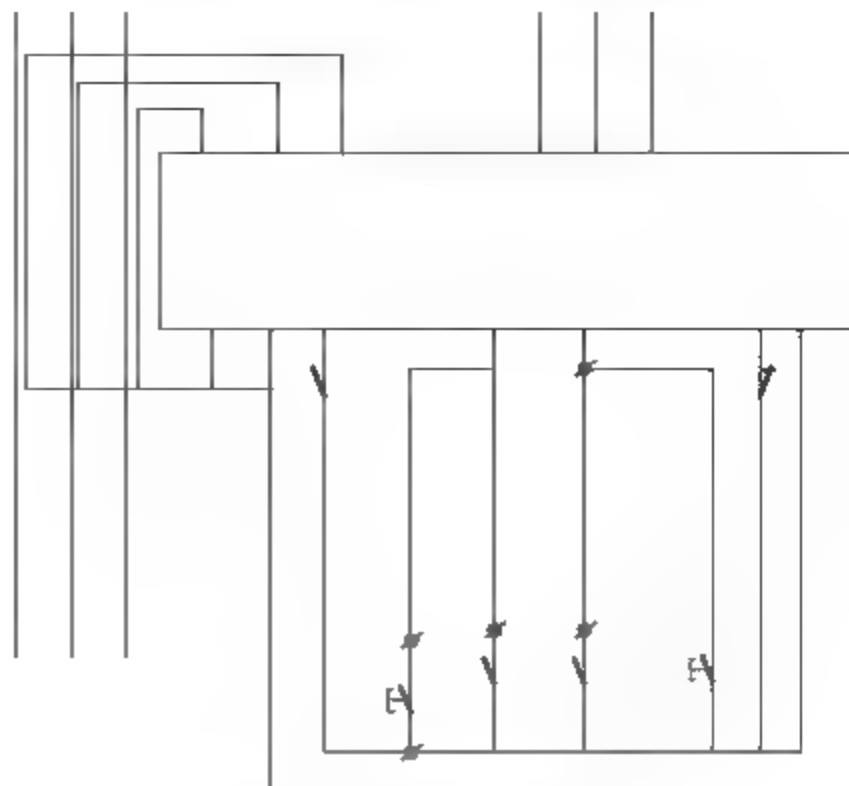

图10-24 调入图例
**11** 从“素材\第10章\电气图例.dwg”文件中调入开关、接线端子等图形,如图10-24所示。